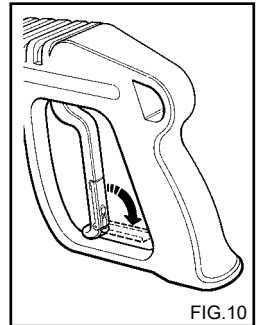

FIG.10
- Quando a hidrolimpadora não está sendo utilizada, deve-se fechar o dispositivo de segurança do punho.(fig.10)